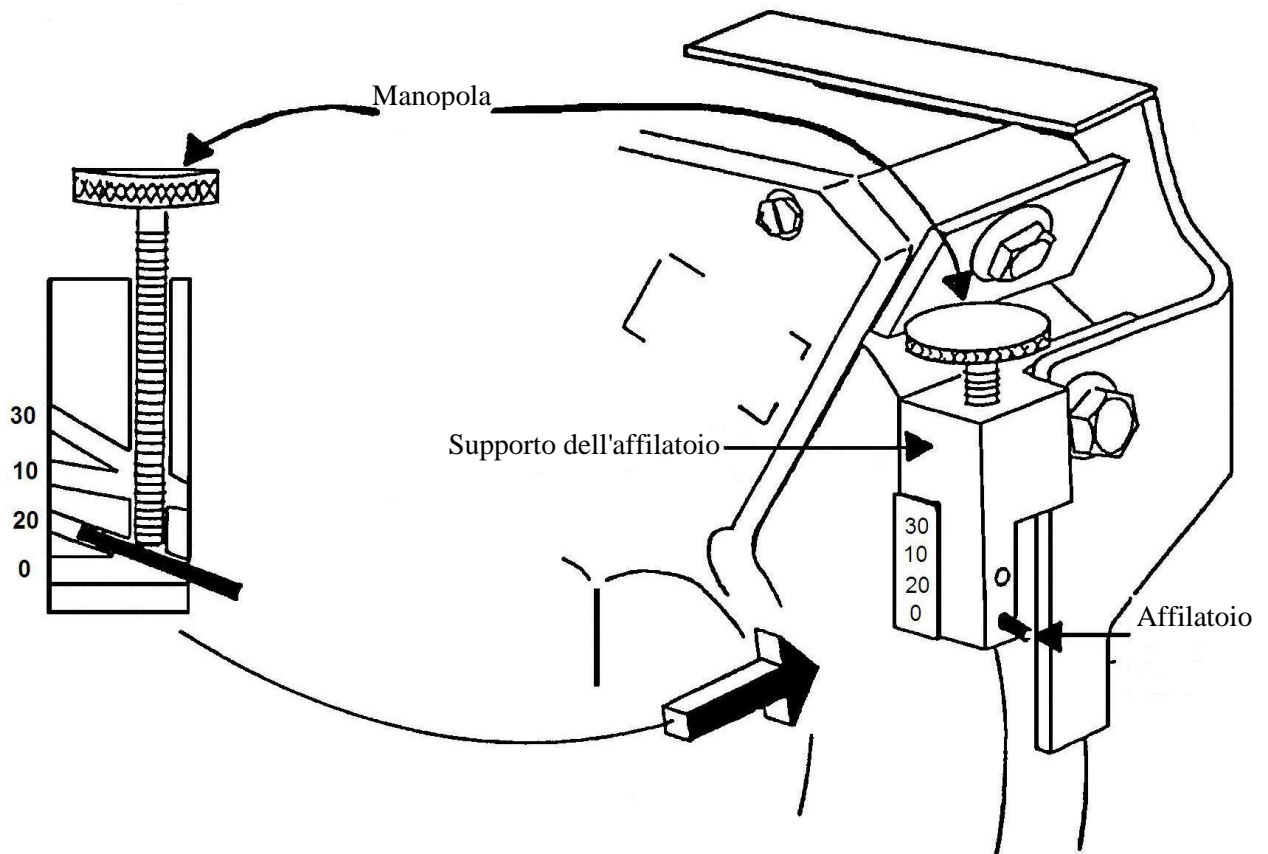

Figura 6
8.3.4 Impostazione dell'angolazione dell'affilatoio (vedi Figura 6)
Il supporto dell'affilatoio è dotato di quattro fori, contrassegnati con i numeri 0, 20, 10 e 30, che corrispondono ad altrettanti gradi. Inserire e fissare l'affilatoio nel foro corretto come descritto nella tabella alla seguente Figura 6. L'affilatoio è mantenuto in posizione dalla manopola.